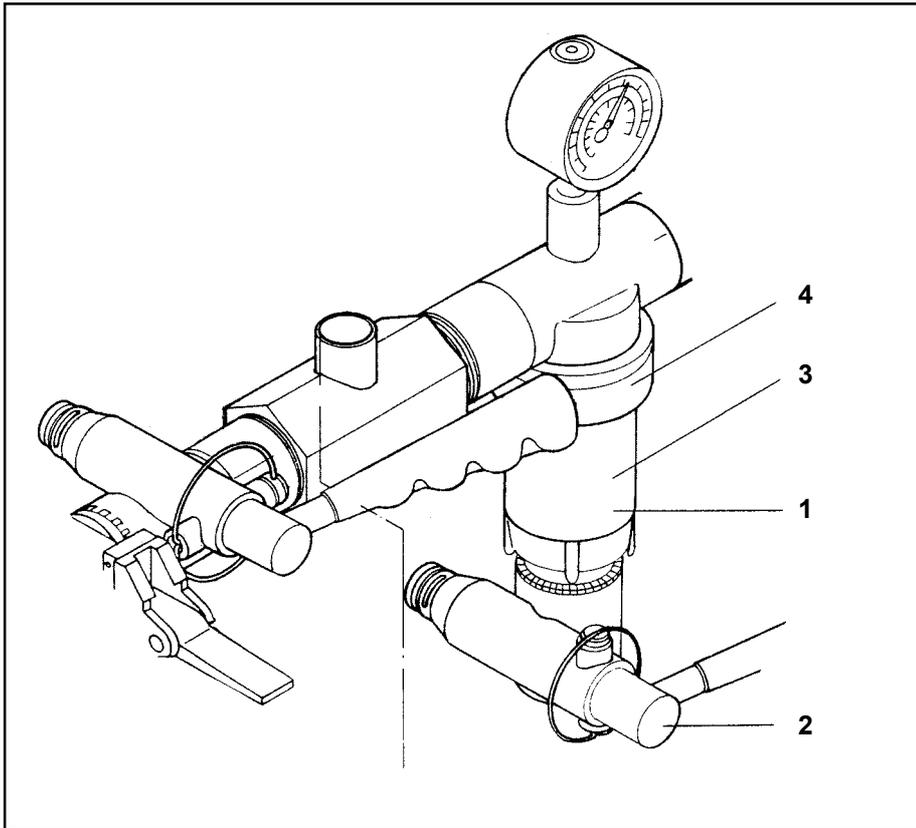

Fig. 7.7
Das Druckfilter (Fig. 7.7/ 1 bzw. 7.8/ 1) filtert die zu den Düsen geleitete Spritzflüssigkeit. Es hat eine größere Maschenzahl/Zoll als das Saugfiltereinsatz vom Filterhahn. Herausgefiltert werden hierdurch noch die in der Spritzbrühe verbliebenen, unzulässig großen Teilchen - zum Schutz der Spritzdüsen.
- Abnehmen der zum Rührwerk führenden Leitung vom Stufenhahn (Fig. 7.7/ 2) (nur Bedienungsarmatur "B" und "D").
- Abschrauben des Filterbechers (Fig. 7.7/ 3 bzw. 7.8/ 2) vom Filterkopf (Fig. 7.7/ 4 bzw. 7.8/ 4).